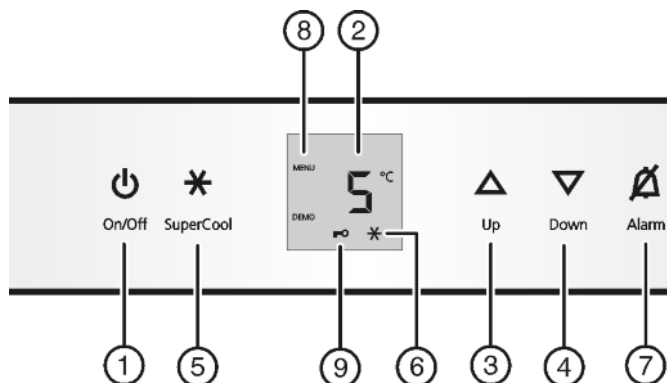

Fig. 2
- ▶ nacisnąć przycisk On/Off Fig. 2 (1).
- ▶ Aktywacja trybu regulacji: Nacisnąć i przytrzymać przycisk SuperCool Fig. 2 (5) przez ok. 5 s.
- ▷ Świeci symbol menu Fig. 2 (8).
- ▶ W celu włączenia zabezpieczenia przed dziećmi krótko nacisnąć przycisk SuperCool Fig. 2 (5).
- ▶ W celu wyłączenia zabezpieczenia przed dziećmi krótko nacisnąć przycisk SuperCool Fig. 2 (5).
- ▷ Świeci symbol zabezpieczenia przed dziećmi Fig. 2 (9). Na wskaźniku miga **c**.
- ▷ Symbol zabezpieczenia przed dziećmi Fig. 2 (9) gaśnie. Na wskaźniku miga **c**.
- ▶ Dezaktywacja trybu regulacji: nacisnąć przycisk On/Off Fig. 2 (1).
- ▶ Nacisnąć przycisk Alarm Fig. 2 (7).
- ▶ Ustawianie wyższej temperatury: nacisnąć przycisk ustawiania Up Fig. 2 (3).
- ▶ Ustawianie niższej temperatury: nacisnąć przycisk ustawiania Down Fig. 2 (4).
- ▶ krótko nacisnąć przycisk SuperCool Fig. 2 (5).
- ▷ Na wskaźniku świeci symbol SuperCool Fig. 2 (6).
- ▷ Na wskaźniku gaśnie symbol SuperCool Fig. 2 (6).